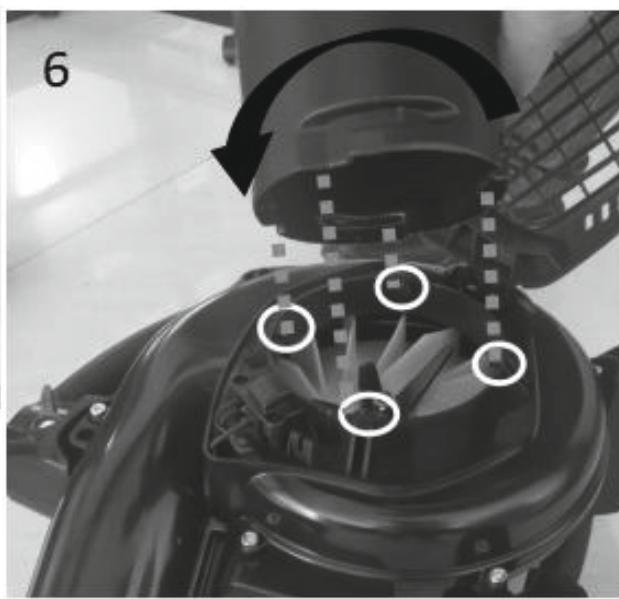

Рисунок 6
- на конце первой вакуумной трубы имеются 4 канавки, совместите канавки с выступами на корпусе двигателя, нажмите на трубку и поверните ее на 90° против часовой стрелки, чтобы зафиксировать трубку на месте (рис.6).